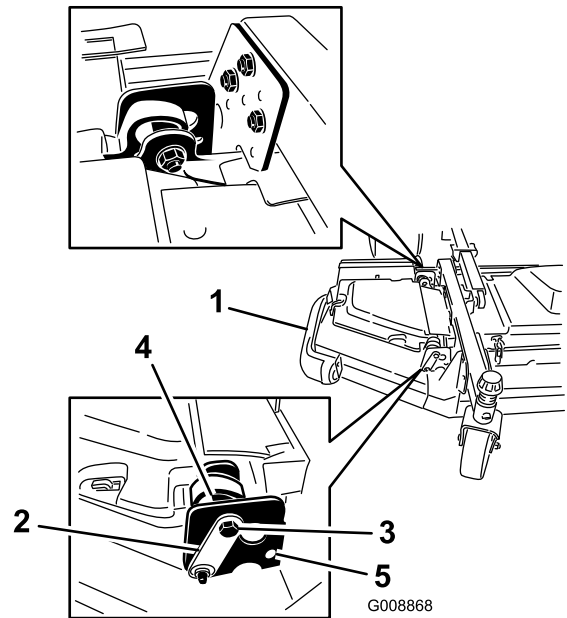

Bild 7
4. Drehen Sie den hinteren Exzenter (welcher der Zugmaschine am nächsten ist), bis die äußere Messerspitze ungefähr 3 mm höher ist als die gewünschte Schnitthöhe (Bild 7).
2. Lösen Sie die Schrauben und Muttern, mit denen die zwei Exzenterdistanzstücke an den Flügeln befestigt sind (Bild 7).